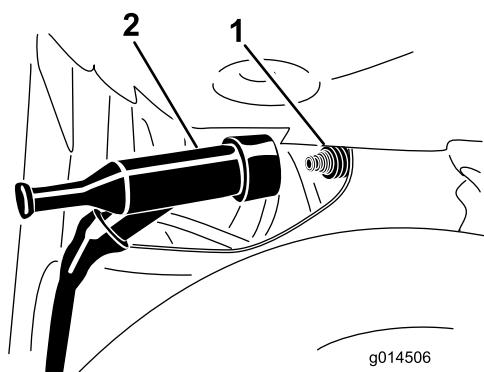

Figura 42
3. Desconecte el cable de la bujía del terminal de la bujía (Figura 42).
4. Conecte el cable de la bujía a presión en el terminal de la bujía (Figura 42).